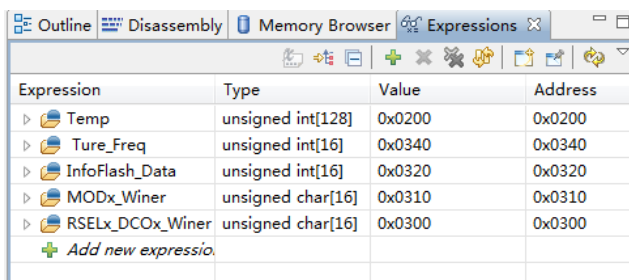

图 22.11 添加想要观测的变量
- 2) Ctrl+C 复制想要查看的变量名称，点击 **Add new expression** 添加要查看的变量，添加后如图 22.11 所示。